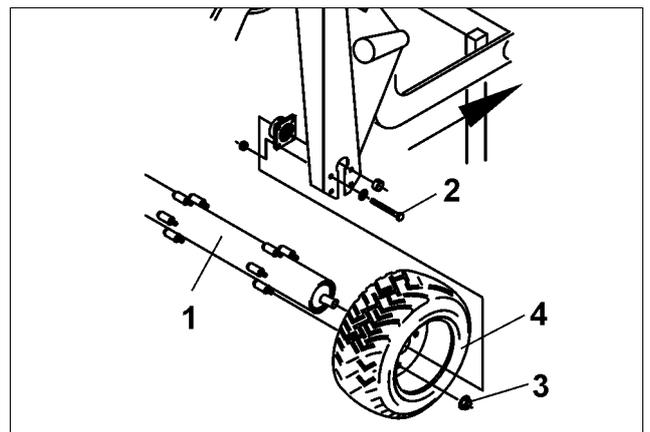

Fig. 106
- Walze mit Unterlegkeilen gegen unbeabsichtigtes Wegrollen sichern und die Walze (Fig. 106/1) abschrauben. Dazu beidseitig die Befestigungsschrauben (Fig. 106/2) entfernen
- Skt.-Muttern (Fig. 106/3) entfernen und Reifen (Fig. 106/4) von der Walze abziehen.